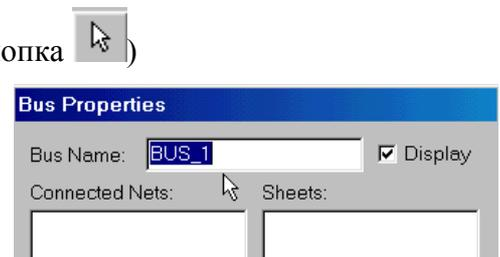

Рис. 6-10. Задание имени шины
5) На панели **Bus Properties** (свойства шины) в окне *Bus Name* (имя шины) наберите **BUS_1** (см. рис. 6-10)